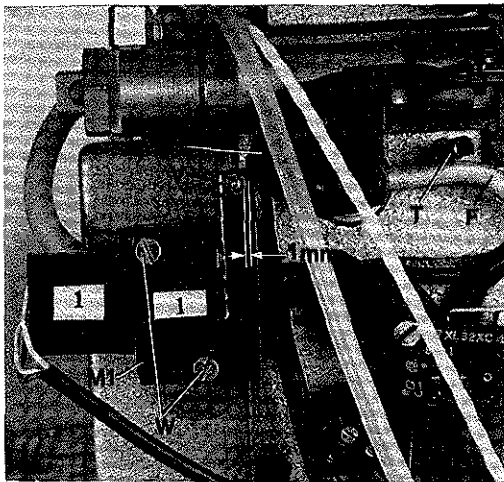

Fig. 59
Press up actuating lever (F, Fig. 59) so it rests on roll pin (T) and trigger cam (U) actuates the micro switch (M2). In this position the roller lever (V) of switch should have an end play of approx. 1 mm (.040 in.) to the rear (see Fig. 59).
Drücken Sie den Schaltbügel (F, Fig. 59) nach oben, so daß er an der Spannhülse (T) anliegt und die Schaltkurve (U) den Mikroschalter (M2) betätigt. In dieser Stellung muß der Rollenhebel (V) des Schalters noch etwa 1 mm Spiel nach hinten haben (siehe Fig. 59).